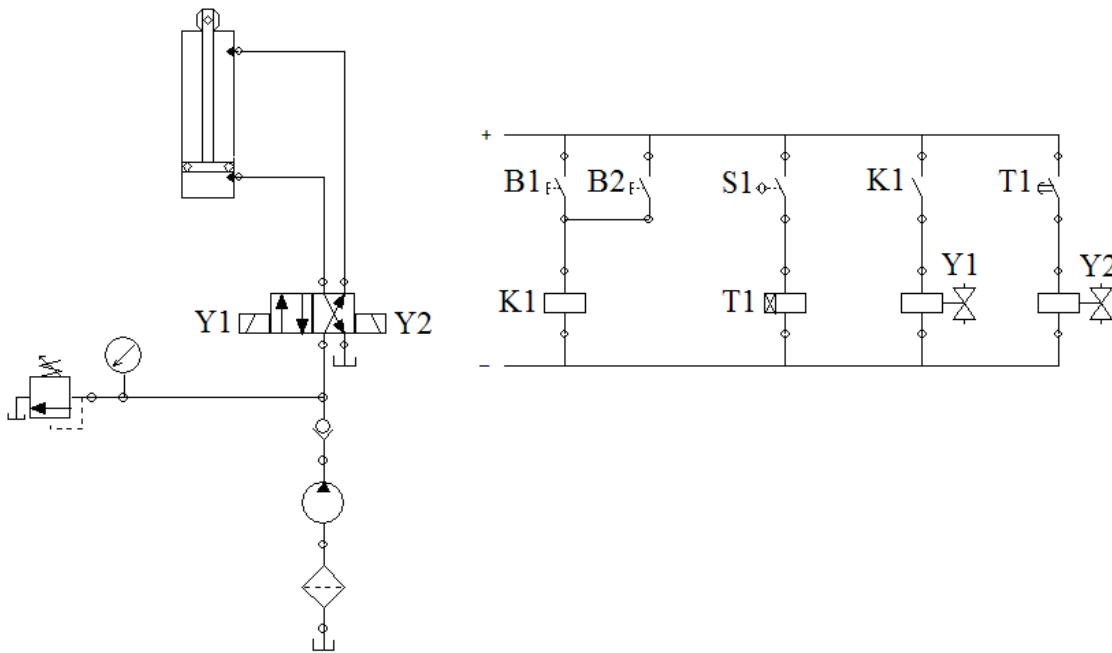

Figura 08 – Circuito Eletro-hidráulico
45. Analise o circuito eletro-hidráulico da Figura 08. Nesse circuito, o temporizador T1 possui tempo de temporização de 3 segundos.